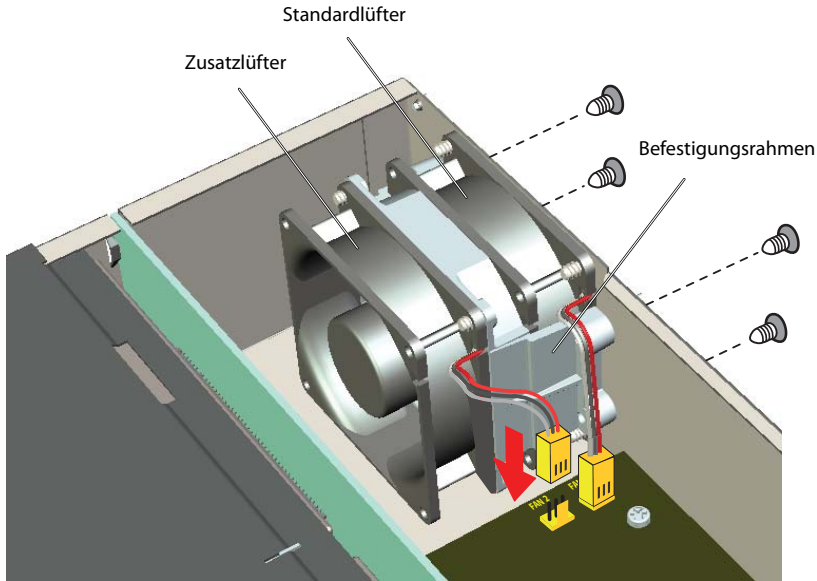

Fig. 19 Montage des Zusatzlüfters in Mittel 470
4. Montieren Sie mit den 4 beigelegten Schrauben den Befestigungsrahmen samt Zusatzlüfter an die Rückwand des Kommunikationsservers (siehe Fig. 19).